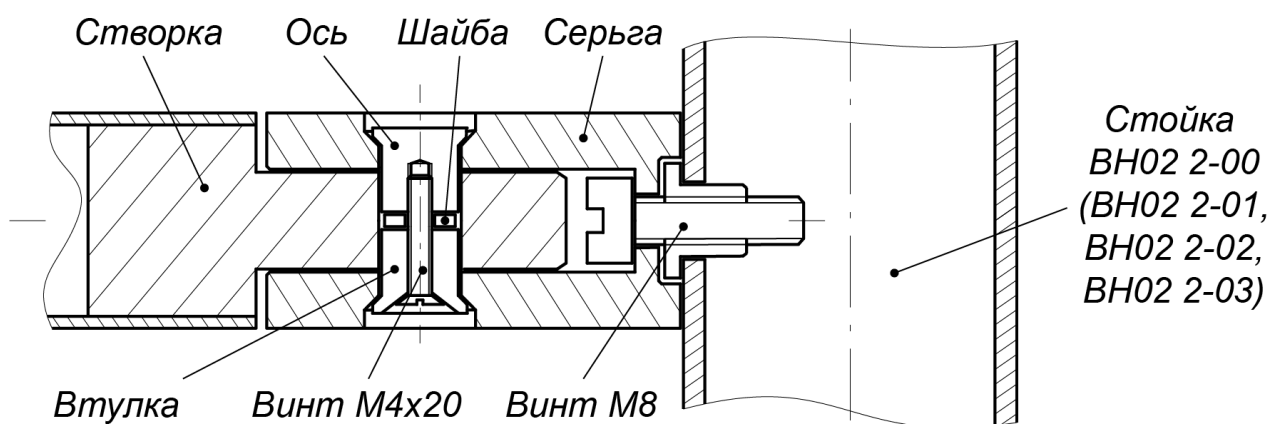

Рисунок 15. Крепление шарниров к опорной стойке поворотной секции ограждения
4. На стойке двумя винтами М8 закрепите две серьги шарниров. Соберите шарнирные узлы и установите створку на опорной стойке, как показано на рис. 15.
3. На стойках ограждения винтами М8 закрепите по две серьги шарниров створки (рис. 15).
4. Установите стойки на установочной поверхности и закрепите их болтами М10. усилие затяжки – предварительное. Наденьте на фланцы стоек декоративные крышки из их комплекта поставки. Соберите шарнирные узлы и установите створки на стойках, как показано на рис. 15.
5. На стойке двумя винтами М8 закрепите две серьги шарниров. Соберите шарнирные узлы и установите створку на опорной стойке, как показано на рис. 15.